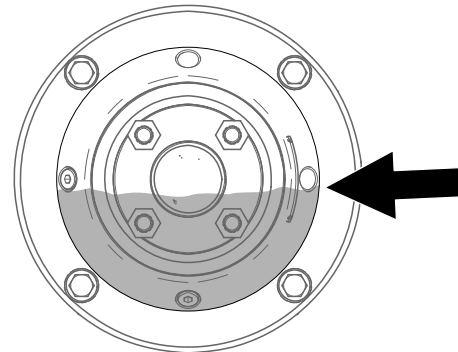

Figura 56
6. Añada fluido a través del orificio superior, según lo especificado al principio de este procedimiento, hasta que el nivel llegue al orificio del tapón lateral (Figura 56).